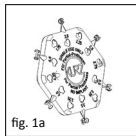
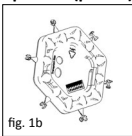
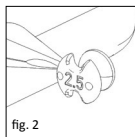
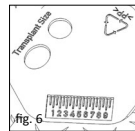

fig. 1a
fig. 1b
fig. 2
fig. 6
■ **fig. 1a, 1b/2** Discul separator (fig. 1a, 1b) pentru protezele parțiale are șase separatoare individuale aplicate în formă de satelit de lungimi diferite (2,0-4,5 mm). Pe partea posterioară a unui separator este indicată lungimea corespunzătoare (fig. 2). Decupările și găurile servesc la reducerea greutateii precum și la o vedere de ansamblu mai bună în timpul procedurii de măsurare în urechea medie.
■ **fig. 1b/6** Șabloanele imprimate pe partea din spate a discului separator (fig. 1b) arată mărimea minimă a grefei pentru căptușirea timpanului (fig. 6). Oval: la placă de capăt proteză ovală
■ **fig. 6** Scala milimetrică servește măsurătorilor de comparație generale, care pot fi de ajutor în timpul operațiilor pe urechea medie. În principiu partea din spate poate fi utilizată și ca loc de depozitare sau câmp de preparare pentru diverse proceduri, cum ar fi de ex. prepararea grefei sau depozitarea intermediară.
正面 (图1a) 反面 (图1b)
■ 图 1a, 1b/2 “局部假体”的测定盘有六个呈星状排列、不同长度的测定器(2.0-4.5 mm)(图 1a、1b)。每个测定器背面显示相应的长度(图2)。镂空用于减轻重量并能在中耳内的测量过程中获得更好的概览效果。
■ 图 1b/6 在测定盘背面添加的模板(图 1b)显示的是用作鼓膜衬垫的植入物最小尺寸(图 6)。椭圆形：用于椭圆形假体头片
■ 图 6 在中耳手术中，毫米刻度可辅助普通的比对测量。测定盘的背面也完全可用作放置板或者各种操作的制备区，如进行移植体加工或暂时存放物件等。